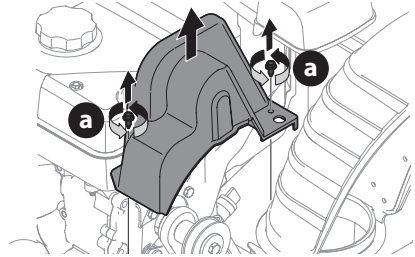

Figura 85
2. Saque la cubierta plástica de la correa que está en el frente del motor. Para ello saque los dos tornillos autorroscantes (a) (Figura 85).